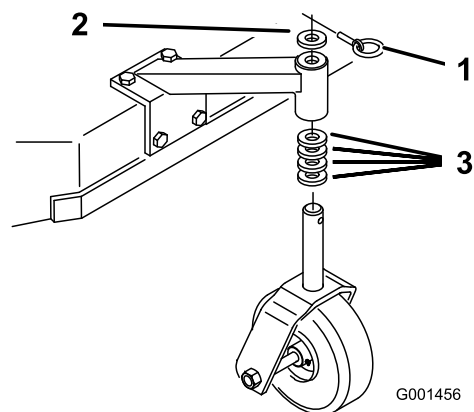

Figura 20
- Usando la Tabla de alturas de corte, ajuste los espaciadores de las ruedas giratorias según el taladro de eje seleccionado (Figura 20).
- Retire el pasador, retire la rueda giratoria del soporte y cambie los espaciadores (Figura 20).
- Instale la rueda giratoria en el soporte e introduzca el pasador (Figura 20).